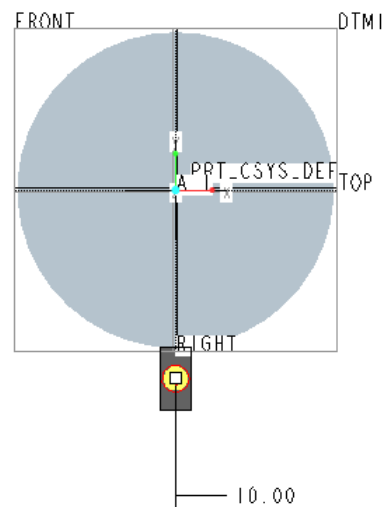

図 13-13 押し出し完了前
- ・図 13-6 で選択した「押し出しツール」 が有効になっているから、ここでは押し出しの長さ 10mm を指定すれば以下の図 13-13 のように表示される。